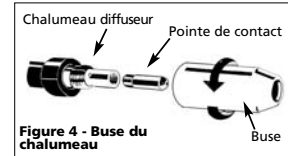

Figure 4 - Buse du chalumeau
- du bout du chalumeau de soudeur (Voir Figure 4). Brancher le soudeur dans une prise de courant convenable.
- Glisser avec soin la pointe de contact sur le vil et visser la pointe sur l'extrémité du chalumeau. Installer la buse en tournant dans le sens des aiguilles d'une montre (voir figure 4). Couper le fil à environ 1/4 po (0,635 cm) de l'extrémité de la buse.